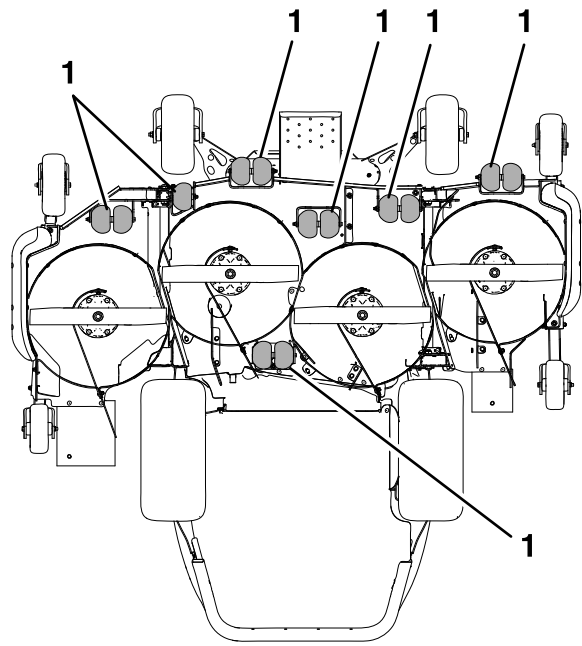

**Рисунок 30**
- Установите валики в одно из следующих положений, показанных на Рисунок 30.